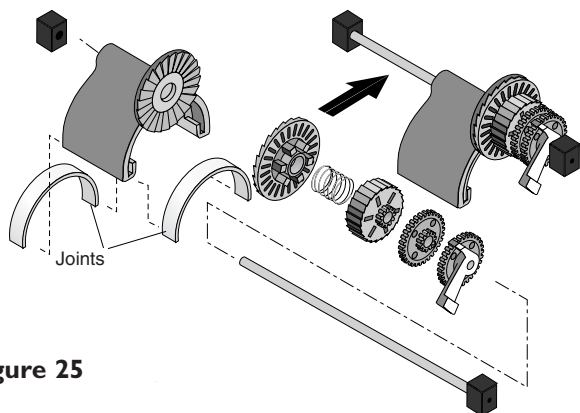

Figure 25
2. Poser l'oscillateur sur l'arbre long à pignons. Poser le pignon à cliquet sur l'arbre de façon que sa denture s'engrène avec le cliquet de l'oscillateur. Reposer le ressort, le tambour à cliquet, les pignons (le plus grand en premier) puis la came (le côté pignons en premier) sur l'arbre (Figure 25). Pendant qu'on l'installe, immobiliser les pignons sur l'arbre, puis comprimer le ressort de l'embrayage de façon à permettre à l'ensemble de glisser en place entre les axes (Figure 25).